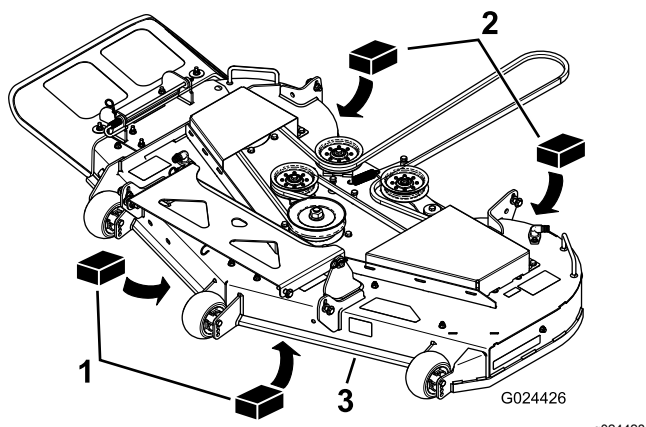

Figura 71
- Coloque dos bloques de 6,6 cm debajo de cada lado del borde delantero de la carcasa, pero no debajo de los soportes de los rodillos protectores del césped (Figura 71).
- Coloque dos bloques de 7,3 cm de grosor debajo del borde trasero del faldón de la carcasa de corte, uno en cada lado de la carcasa de corte (Figura 71).